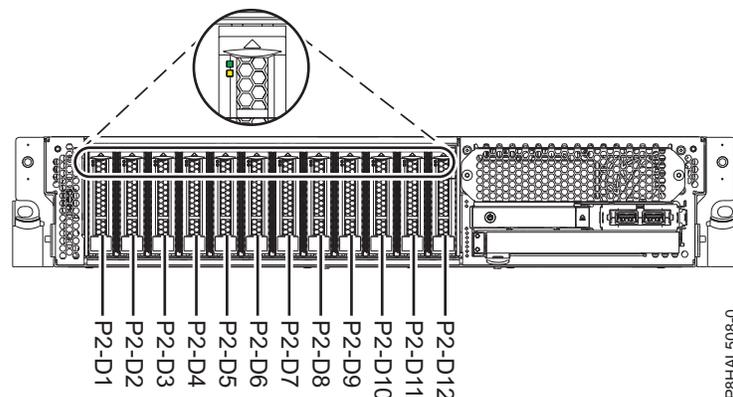
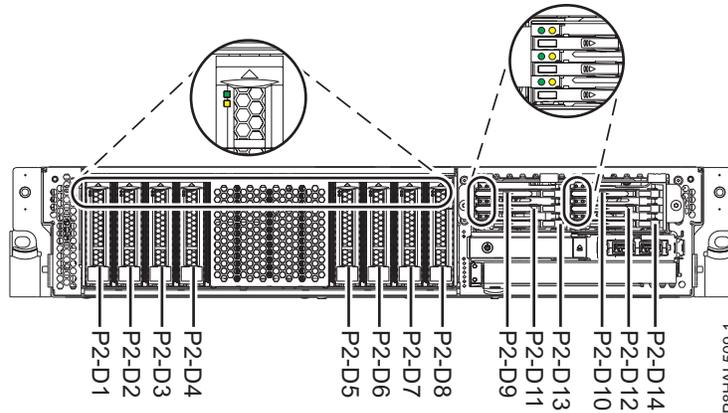

Figure 28. Emplacements des unités de disque et des voyants d'activité d'un système à fonction de base
Figure 29. Emplacements des unités de disque, des unités SSD et des voyants d'activité d'un système à fonction étendue
2. Déterminez l'emplacement dans lequel vous souhaitez installer une unité de disque ou une unité SSD. Les emplacements de l'unité de disque et de l'unité SSD sont situés à l'avant d'un système. Des emplacements SSD supplémentaires sont également disponibles dans un système à fonction étendue. La figure 28 et la figure 29, à la page 32 illustrent les emplacements des unités de disque, des unités SSD et des voyants d'activité. Les voyants d'activité sont situés au-dessus de la poignée de verrouillage des unités de disque.